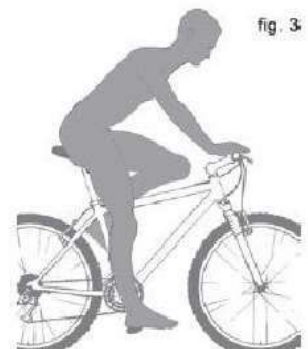

fig. 3
1. Afstelling omhoog en omlaag. Om de zadelhoogte te controleren (fig. 3):